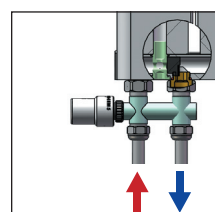

FIGURE 4
- E (fig. 4, 5) Raccorder les robinets avec un entraxe de 50 mm